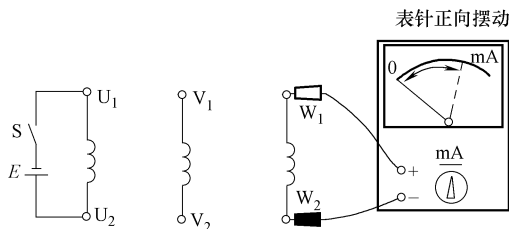

图 2-38 用万用表检查三相绕组首尾端
1) 万用表检查三相绕组首尾端 先用万用表测出属于同一相绕组的两个出线端,然后将一相绕组和电池、开关串联起来,另一相绕组接在万用表直流毫安档上,如图 2-38 所示。当合上开关 S 的瞬间,若表针正方向摆动,则表明电池的正极所接线端与万用表负极所接线端为同极性端(即同为首端或尾端),否则它们为异极性端(即一端为首端,另一端为尾端),用同样的方法,可测出另一相绕组的首尾端。